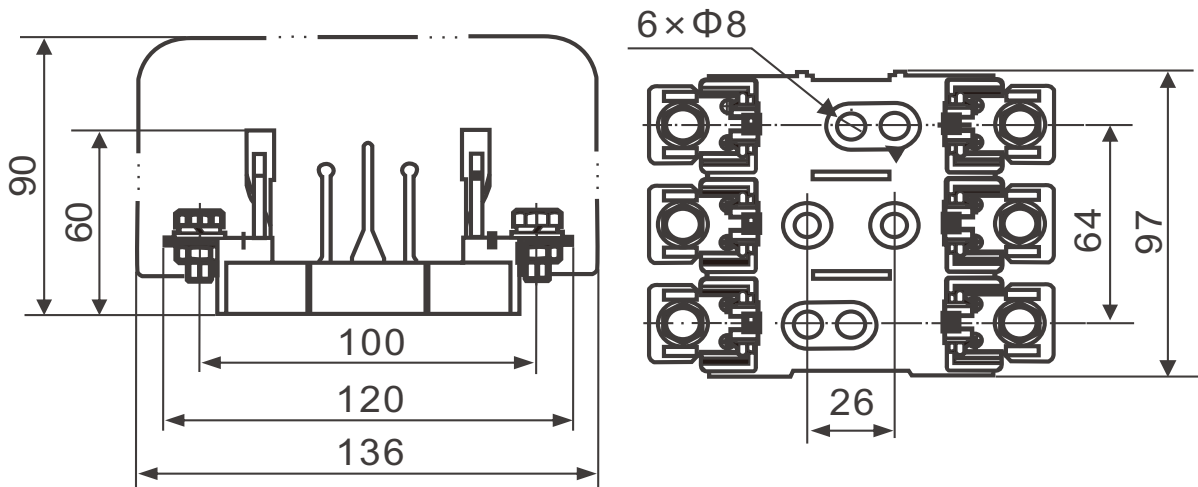

图3
3、RDT16-00C熔断器支持件的外形及安装尺寸见组图3。